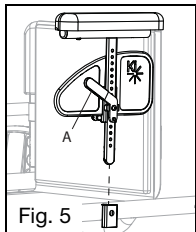

Fig. 5
1. Cómo instalar el apoyabrazos (Fig. 5)
- a. Empuje la palanca (Fig. 5:A) hacia el panel de protección lateral para liberar el pasador del alojamiento.
- Vuelva a colocar los conjuntos de los apoyabrazos en el receptor (Fig. 5).